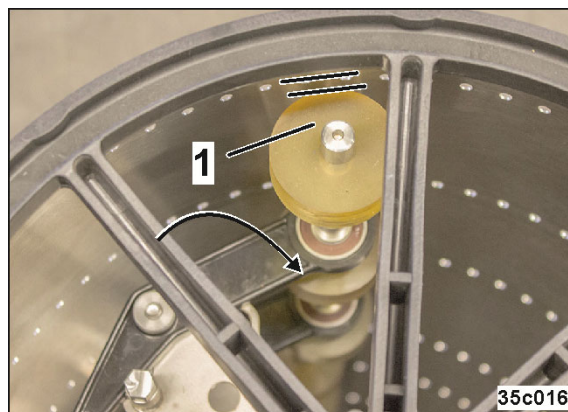

Fig. 330
4. Betjeningshåndtagene (Fig. 327/2) er drejet halvvejs mod drejeakslen, og huldækningsrullerne har afstand til adskillesestromlen (Fig. 330/1).